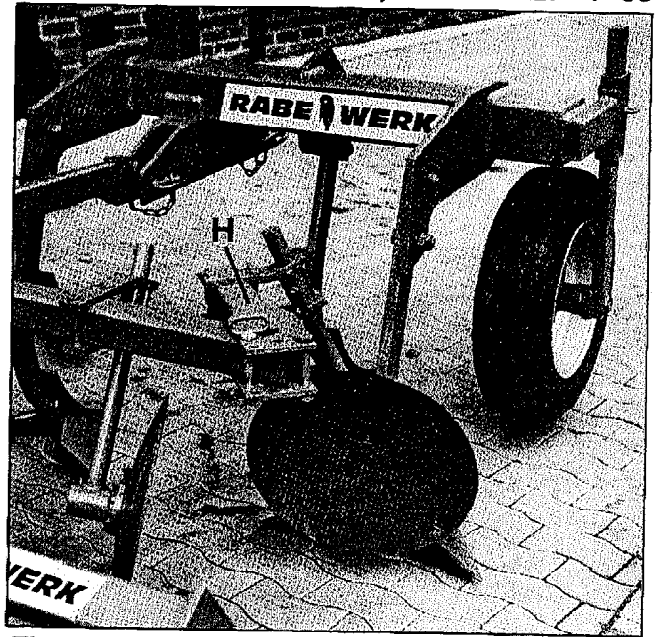
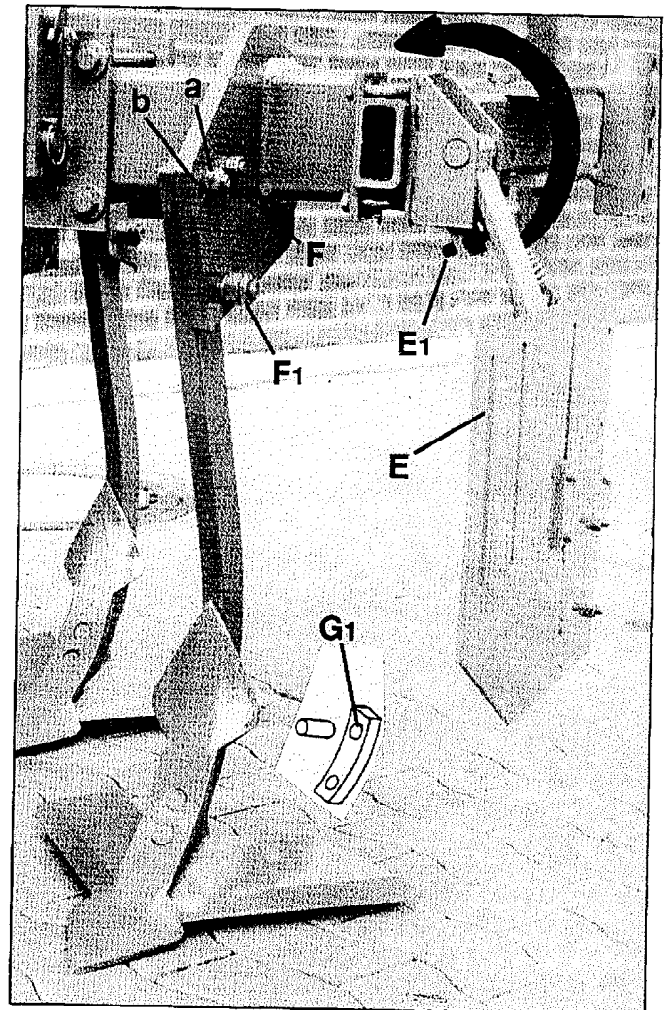

Fig. 12
Fig. 14
Begrenzungsbleche (E, Fig. 14)
Die "Tiefe" so begrenzen, daß die Bleche im Einsatz "nicht durch den Boden gehen". Für die Grenzfahrt und in Transportstellung (6/300) die Begrenzungsbleche hochklappen (siehe Fig. 14).
b) umdrehbare 13 cm breite Doppelherzschar (Fig. 14).
Für Arbeitstiefen über 20 cm (bis ca. 30 cm) ist das Mittelschar auch allein verwendbar; zur Montage ist dann die spannstiftbefestigte Beilage - anstelle der Scharconsole - erforderlich (G1, Fig. 14; Bestell-Nr. 6343.31.00/1481D1332).
EK (Fig. 14) - Scherschraube (F), M 16 x 65; 8.8
EK(F) 6/300: Stützräder nach innen umstecken, Randscheiben (H) einschwenken/feststecken (siehe Fig. 12); Begrenzungsbleche (E) hochklappen (siehe Fig. 14).